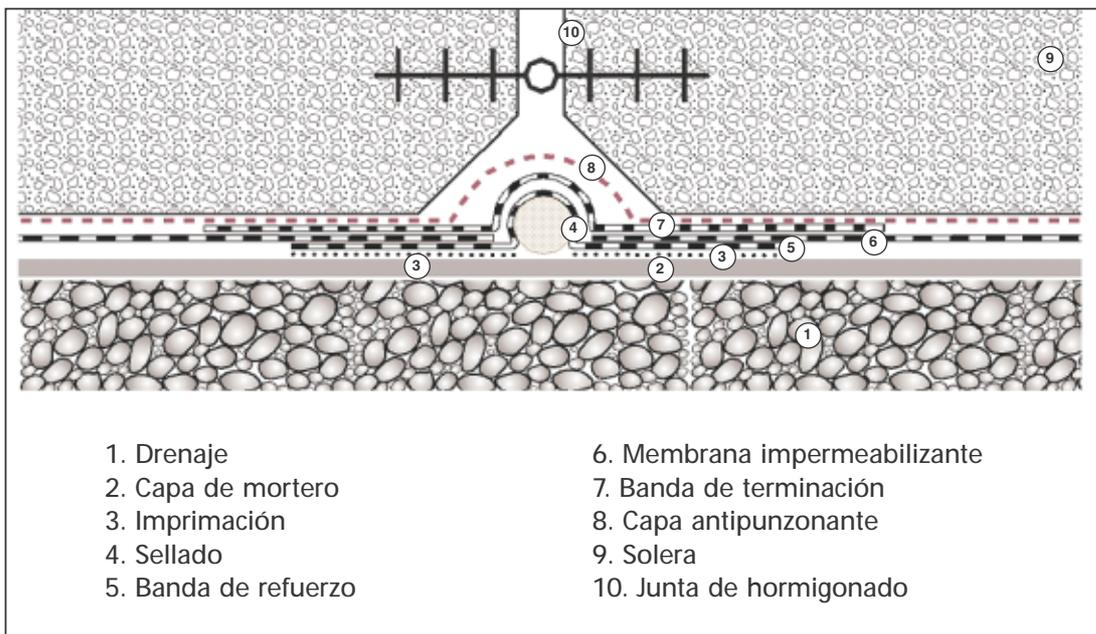

Figura 12: Junta de dilatación de la solera
**9.1.1** La junta de dilatación de la solera (véase figura 12), se resolverá según la siguiente secuencia constructiva: